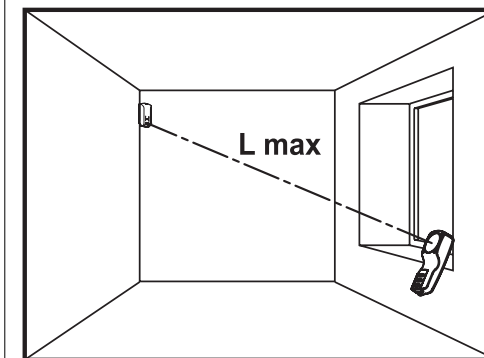

Рис. 4
- б) поднести имитатор к наиболее удаленному участку охраняемого стекла, направить ось излучения динамика имитатора на извещатель (рис. 4) и два раза нажать кнопку соответствующего типа стекла, приведя тем самым в действие имитатор. Извещатель должен перейти в состояние "Тест-Тревога" (красный индикатор должен включиться на 4 с).
- б) поднести имитатор к наиболее удаленному участку охраняемого стекла, направить ось излучения динамика имитатора на извещатель (рис. 4) и два раза нажать кнопку соответствующего типа стекла, приведя тем самым в действие имитатор. Извещатель должен перейти в состояние "Тест-Тревога" (верхний индикатор должен включиться на 4 с).
- б) поднести имитатор к наиболее удаленному участку охраняемого стекла, направить ось излучения динамика имитатора на извещатель (рис. 4) и два раза нажать кнопку соответствующего типа стекла, приведя тем самым в действие имитатор. Извещатель должен перейти в состояние "Тест-Тревога" (зеленый индикатор должен включиться на 4 с).